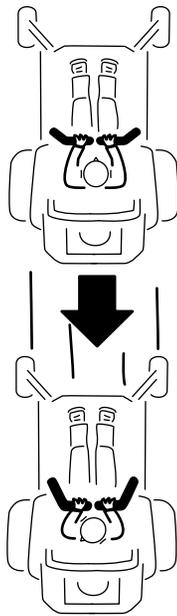

Figura 27
- Para andar para trás, puxe as alavancas de controlo do movimento para trás (Figura 27).